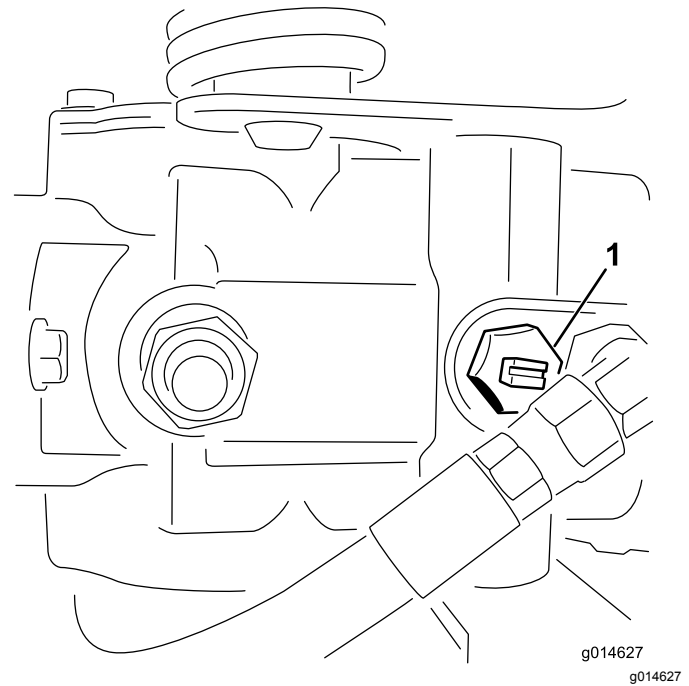

Figura 22
1. Localize a válvula de derivação na bomba e rode-a de forma a que a ranhura fique na vertical (Figura 22).
2. Antes de ligar o motor, feche a válvula de derivação rodando-a de forma a que a ranhura fique na horizontal (Figura 22). Não ligue o motor quando a válvula se encontrar aberta.